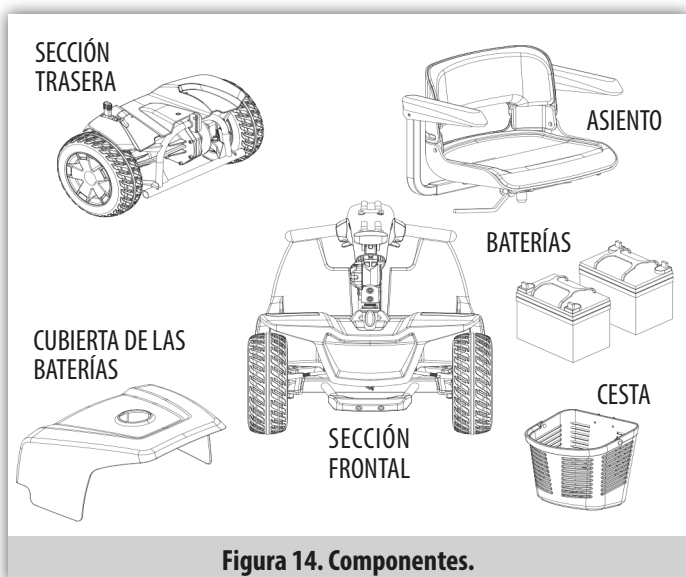

Figura 14. Componentes.
- Estire de la cubierta de las baterías y sepárela de la parte trasera del scooter. (Figura 14)